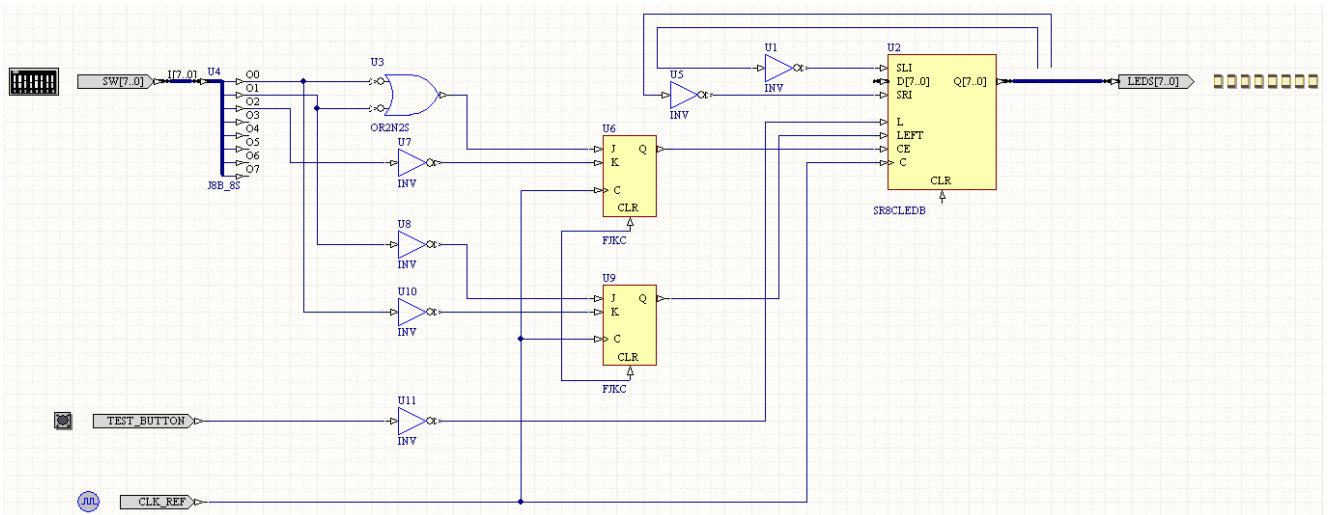

図4 初期の配線状態 - ワイヤとバスの配置
1. それでは、配線しましょう。図 4 のように、**Place » Wire** コマンドと **Place » Bus** コマンドを使用します。コマンドは、**Wiring** ツールバーから、 と  ボタンでそれぞれ、利用できます。